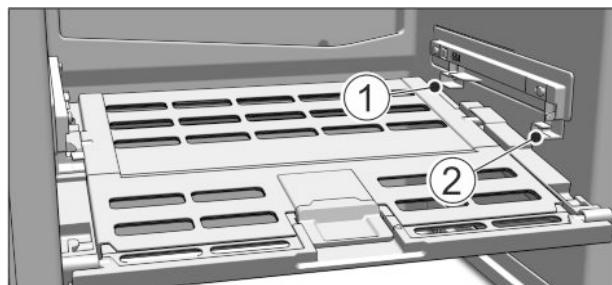

Fig. 43
- ▶ Установка крышки отделения с функцией для хранения овощей и фруктов Fruit & Vegetable-Safe: Вставить попечные ребра крышки через низ в задний держатель Fig. 43 (1) и защелкнуть спереди на держателе Fig. 43 (2).